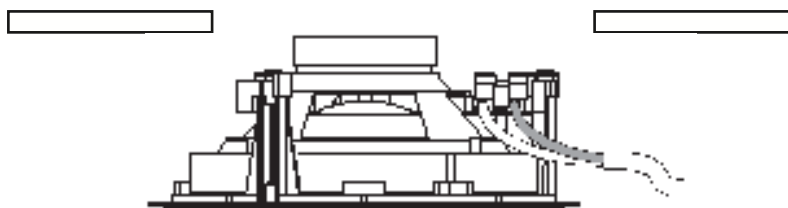

Fig 4 / Schéma 4 / Abb. 4 / Fig 4 / Fig 4 / Fig 4
STEP 2: Strip and attach speaker wires to the speaker before inserting into the hole cutout. The Series Two, Series Four and Series Six speakers use different speaker terminals, Series Six is shown. (Fig 4)
SCHRITT 2: Isolieren Sie die Lautsprecherleitungen ab und schließen Sie diese am Lautsprecher an, bevor Sie den Lautsprecher in den Ausschnitt einsetzen. Die Lautsprecher der Baureihen 2, 4 und 6 nutzen jeweils unterschiedliche Lautsprecheranschlüsse. In der Abbildung sehen Sie Baureihe 6. (Abb. 4)
FASE 2: attaccare i cavi dell'altoparlante con del nastro prima di inserirli nella sagoma del foro. Gli altoparlanti Series Two, Series Four e Series Six utilizzano diversi terminali di altoparlanti. Qui viene mostrata la Series Six. (Fig. 4)
ETAPA 2: Descasque e conecte os fios do alto-falante ao alto-falante antes de inseri-lo no recorte do orifício. Os alto-falantes Series Two, Series Four e Series Six usam diferentes terminais. O Series Six é mostrado na figura. (Fig. 4)
PASO 2: Pele los cables de altavoz y conéctelos al altavoz antes de introducirlo en el corte ahuecado. Los altavoces Series Two, Series Four y Series Six utilizan terminales de altavoz diferentes; aquí se muestra Series Six. (Fig. 4)